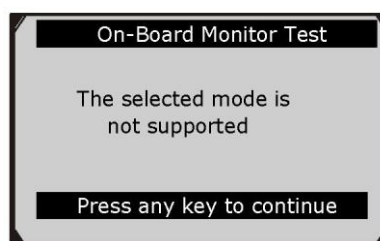

Рисунок 5-29
- Если диагностируемый автомобиль не поддерживает этот режим, на дисплее появится информационное сообщение. См. рисунок 5-29.